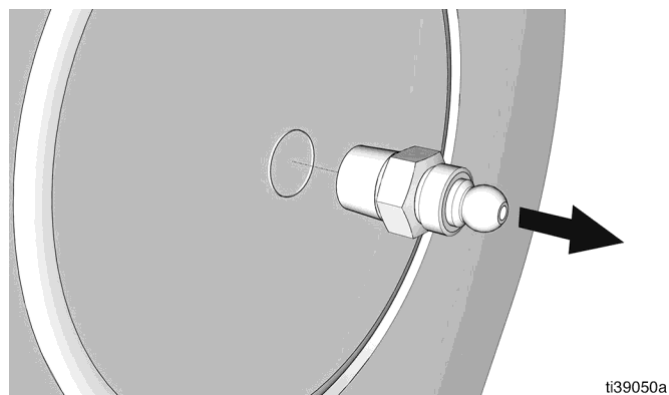

Рис. 2
2. Снимите все пресс-масленки (Рис. 2).